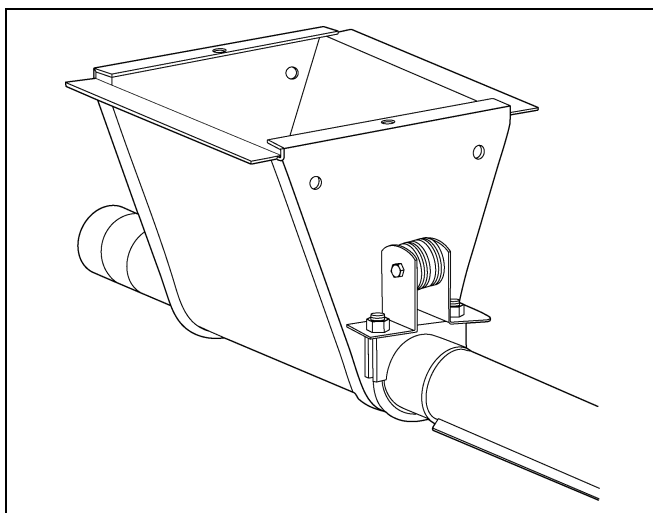

Рисунок 4Y
1. Подсоедините воронку к последней секции кормораздаточной линии с помощью прилагающегося U-образного болта и изолятора в сборе, как показано на Рисунок 4Y. Убедитесь, что воронка выровнена или параллельна земле.